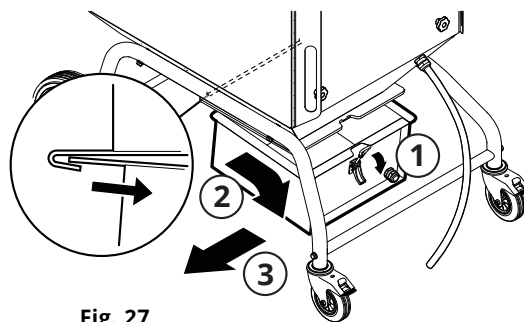

Fig. 27
3. Libérez le verrou excentrique (1, Fig. 27), poussez le transpalette sous le récepteur et sortez ce dernier (2, 3) à l'aide du transpalette.
7. Poussez le récepteur à poussières sous la poche, voir la Fig. 27 pour référence.